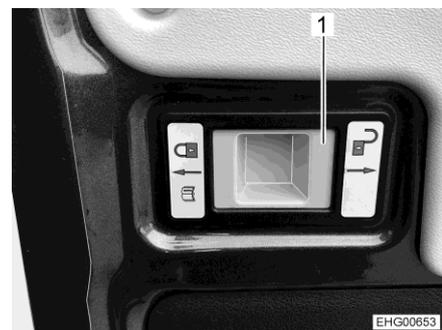

Fig. 15 Poignée pour annuler la limitation
- Pousser la poignée (Fig. 15,1) vers la droite (symbole "serrure ouverte"), maintenir la porte arrière et continuer d'ouvrir avec précaution.
Pousser pour ce faire la poignée (Fig. 15,1) vers la gauche (symbole "serrure verrouillée").